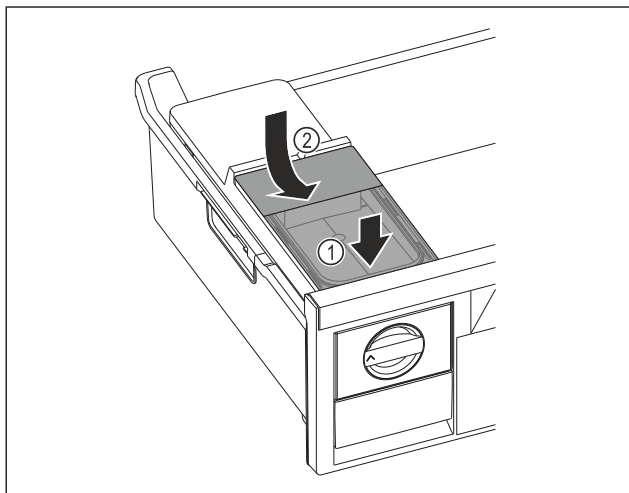

Fig. 68
- ▶ Nasadte vpředu nádržku na vodu. Fig. 68 (1)
- ▶ Spusťte nádržku na vodu vzadu dolů. Fig. 68 (2)